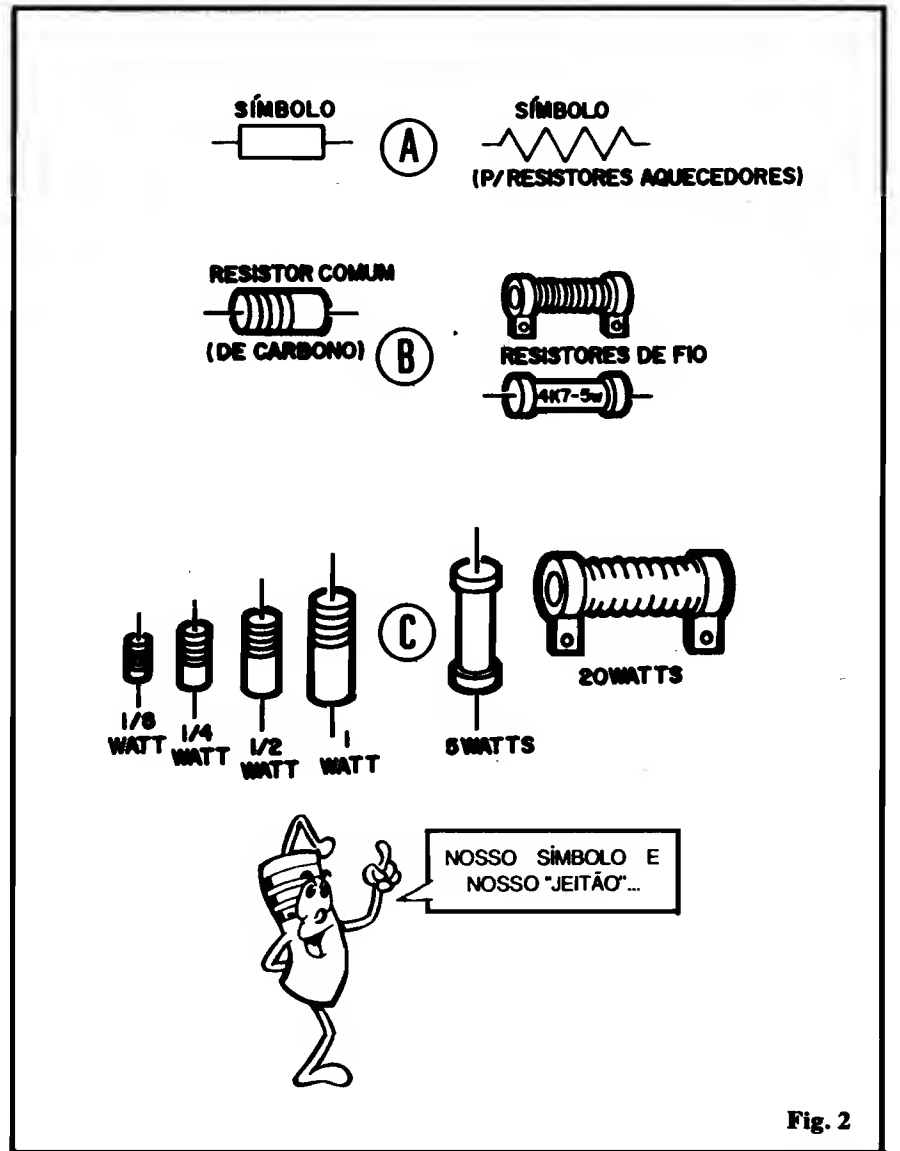

Fig. 2
- **FIG. 2** - Uma série de informações visuais **IMPORTANTES** sobre os **RESISTORES**, que **devem** ser bem assimiladas desde já:
- **2-C** - A dissipação da potência consumida pelo componente (na forma de calor...) é, na prática, **diretamente proporcional** ao **tamanho** do RESISTOR. Assim, quanto maior a "wattagem", maior também o tamanho físico do RESISTOR (o mesmo ocorre, de maneira geral, com os demais componentes eletrônicos...). Observe, na fig. 2-C, a ordem crescente de tamanho, em função da dissipação. Inevitavelmente, resistores para "wattagens" elevadas (5, 10, 20 watts ou mais) são bem "taludos"... A maioria dos circuitos, contudo, trabalha sob baixas dissipações, usando, na prática, resistores para 1/8W até 1 ou 2W...